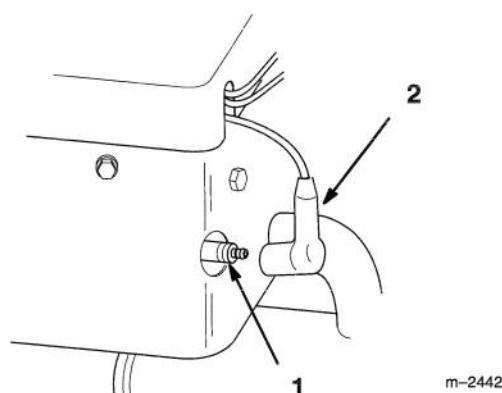

Figure 21
3. Débrancher le(s) fil(s) de la(des) bougie(s) (Fig. 21). Nettoyer tout autour des bougies pour éviter l'introduction de saleté dommageable pour le moteur.
3. Reconnecter les fils des bougies (Fig. 21).